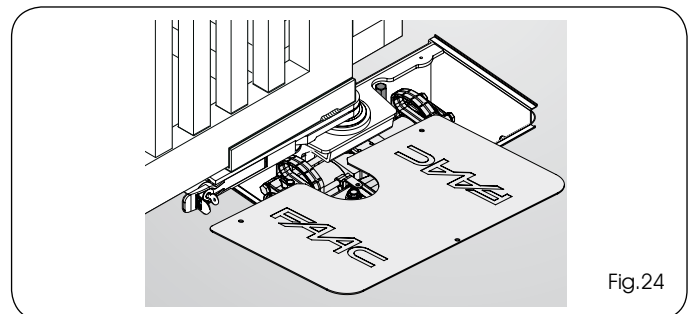

Fig.24
- 3) Fixer le couvercle du caisson autoportant avec les vis fournies (Fig.24;25).